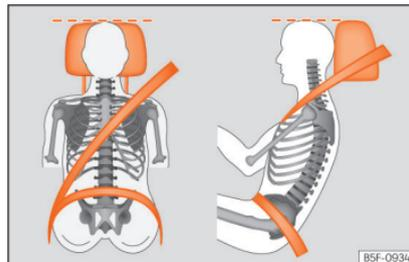

Abb. 74 Richtig eingestellte Kopfstütze von vorne und seitlich betrachtet.
– Stellen Sie die Kopfstützen so ein, dass sich die Oberkante der Kopfstütze möglichst auf einer Linie mit dem oberen Teil Ihres Kopfes, aber mindestens auf Augenhöhe befindet »» **Abb. 74.**